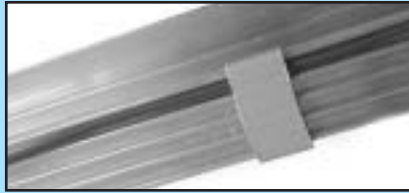

FIG. 1-13 Pincas à fil. / Grapas de cable.
- Usar las grapas de cable para sostener los cables en posición (Fig. 1-13).